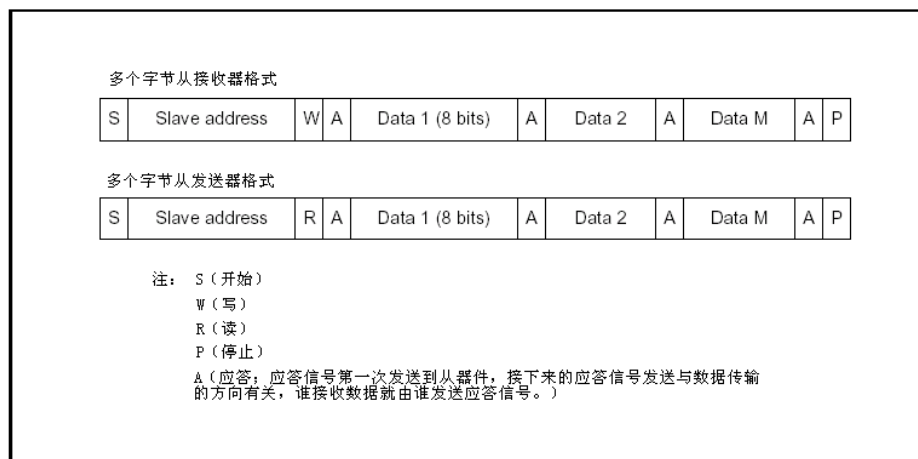

图 6.2.8 数据传输
**数据传输格式（Data Transfer Format）：**图 6.2.8 显示传输数据的格式。当产生开始条件后，首先发送 7 位的从器件地址，第八位为数据方向位（R/W），“0”表示发送数据（写），“1”表示请求数据（读）。